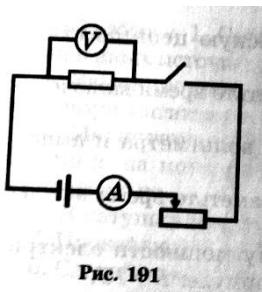

Рис. 191
2. 2. Соберите электрическую цепь по схеме, показанной на рис. 191.